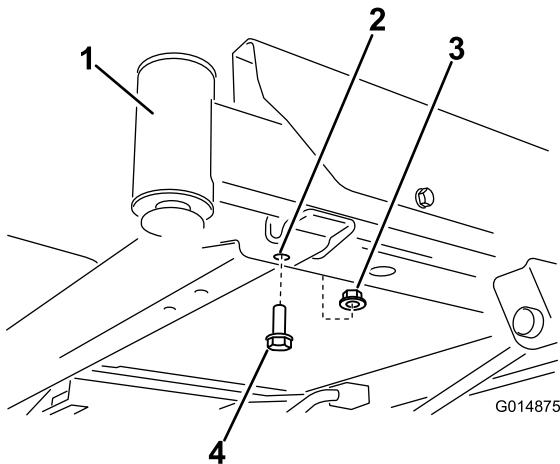

Figure 3
2. Repérez les boulons avant sur le dessous du cadre (Figure 3 et Figure 4). Retirez les deux boulons (3/8 x 1") et les deux contre-écrous (3/8"). Conservez les contre-écrous.